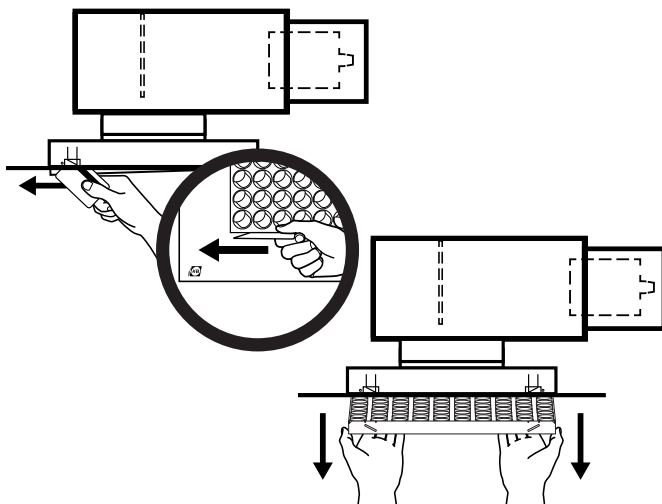

Bild 1. Donets front öppnas enkelt med ett plastkort av kreditkortsstorlek.
- 2) Genom en svepande rörelse frigör clipsfjäders frontplåten, se bild 1. Fäll försiktigt ner donets front. fronten kan fällas ner, alternativt lyftas av helt.